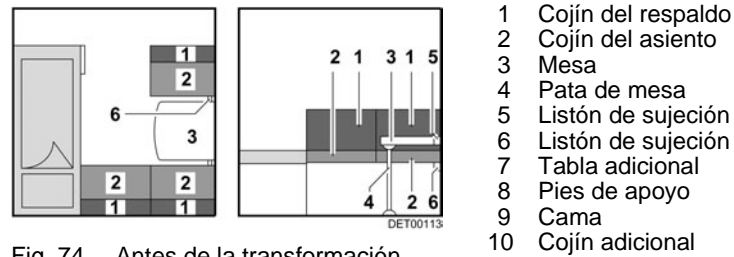

Fig. 74 Antes de la transformación
- Desplazar la mesa (Fig. 74,3) 45° hacia arriba y extraer el listón de sujeción superior (Fig. 74,5).
- Retirar el pie de la mesa (Fig. 74,4).
- Meter el listón (Fig. 74,6) o tirarlo hacia el centro. El listón está en la posición correcta si apoya el tablero de mesa directamente detrás del alojamiento para la pata de mesa.